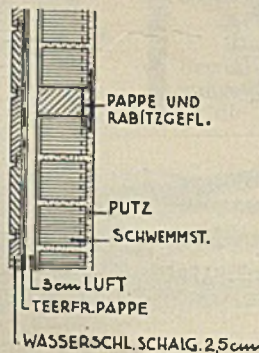

Abbildung 4d. Senkrechter Schnitt
B. Ausgemauerte Fachwerkwände (Abb. 4d—4e)
Hier ist das Riegelwerk mit Schwemmsteinen ausgemauert. Auf diese wird der innere Putz aufgetragen. Um Putzrisse zu vermeiden, müssen alle Holzteile mit Pappe und Rabitzgewebestreifen verkleidet werden, wobei das Rabitzgeflecht nur am Mauerwerk befestigt werden soll. Da die 10 cm starken Schwemmsteine allein keinen genügenden Kälte- und Feuchtigkeitsschutz bieten, ist eine Außenschalung auf teerfreier Dachpappe anzubringen. Man kann auch die Ausmauerung auf der Außenseite verbanden. Durch Aufleistung auf die Pfosten und Querriegel läßt sich ferner eine isolierende Luftschicht zwischen Außenschalung und Mauerwerk einschalten (Abb. 4d).